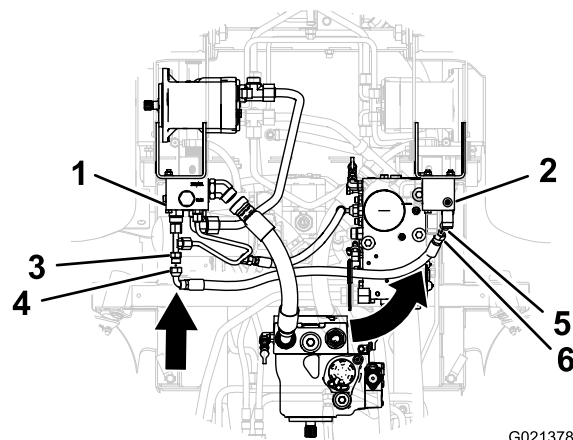

Figura 14
- Alinhe o encaixe de 90° da mangueira transversal com o encaixe roscado a direito do encaixe em T (Figura 14).
- Alinhe o encaixe a direita da mangueira cruzada com o encaixe hidráulico de 45° no colector de tracção traseiro (Figura 14).